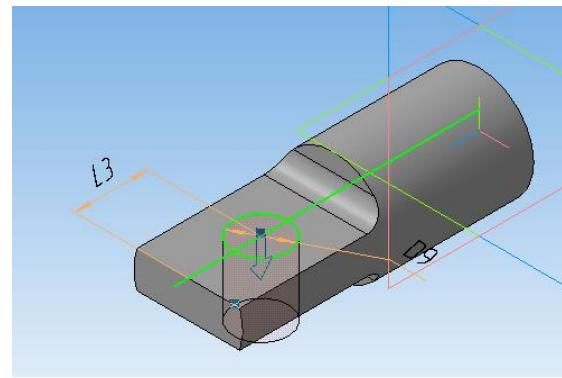

Рисунок 47.
- 17.Выполните **Вырезать выдавливанием**, задать прямое направление, выбрать способ построения **Через все** (рисунок 47).